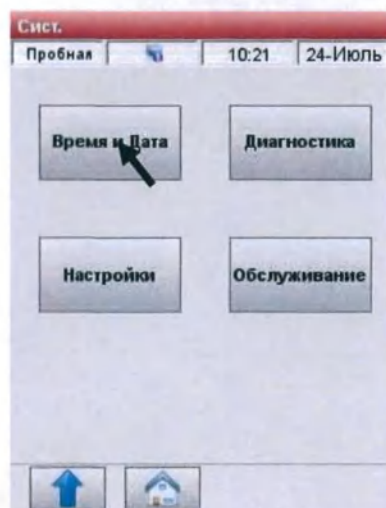

Рис.3-2 Выберите Время и Дату
2. Нажмите **<Время и Дата>** в меню **<Система>** (Рис.3-2).